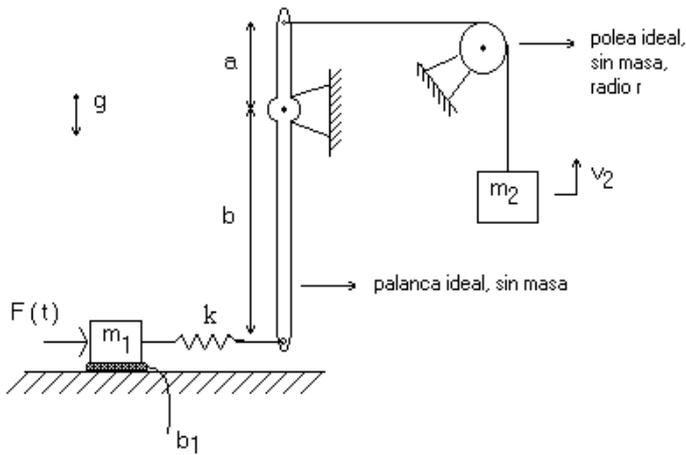

figura 4
a) Obtener un DB del sistema de la figura 4 tomando como salidas la velocidad  $v_2$  y la posición  $x_2$ . Suponer pequeños desplazamientos de la palanca. Indicar además el orden del modelo